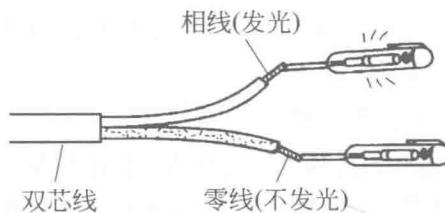

图 1-3 区别相线和零线
① 区别相线和零线 对于交流电路，使氖管发光的即为相线，正常情况下，触及零线是不会发光的，如图 1-3 所示。